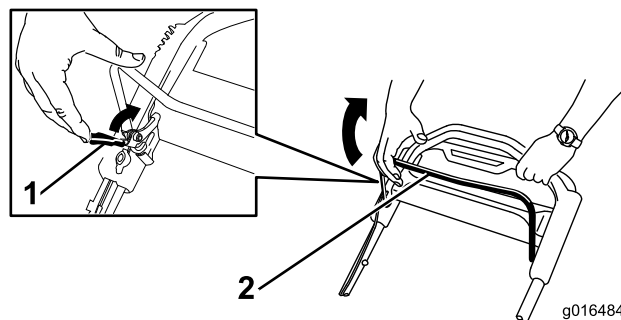

Figura 17
2. Tire hacia atrás lentamente **Figura 17** de la barra de control de la cuchilla hasta que llegue al manillar ().
1. Tire hacia atrás del seguro de la barra de control de las cuchillas hasta que llegue a la barra de control de las cuchillas (**Figura 17**).